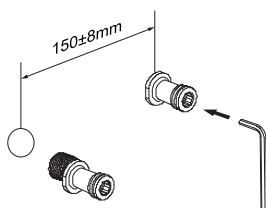

Figura 2
b) Avvolgere il nastro di teflon in senso antiorario sulla filettatura dell'estremità G1/2 del connettore curvo (11), collegarli alle uscite dell'acqua calda e fredda con una chiave. Lasciare una profondità adeguata dalla parete e regolare la distanza tra i 2 connettori in base alla larghezza dell'ingresso della barra termostatica della doccia (Figura 2).